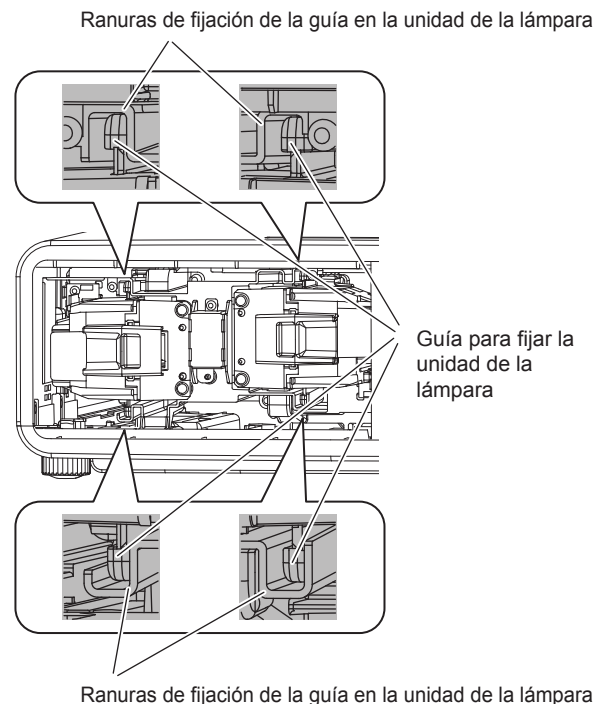

Figura 3
4) Presione la nueva lámpara prestando atención a la posición de inserción. (Figura 3)